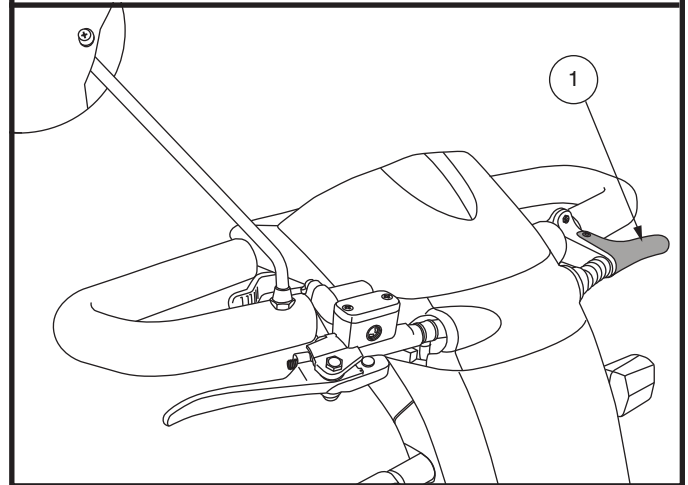

Figure 17. Levier de Réglage de Guidon
1. Appuyez sur le levier de réglage du guidon. Voir la figure 17